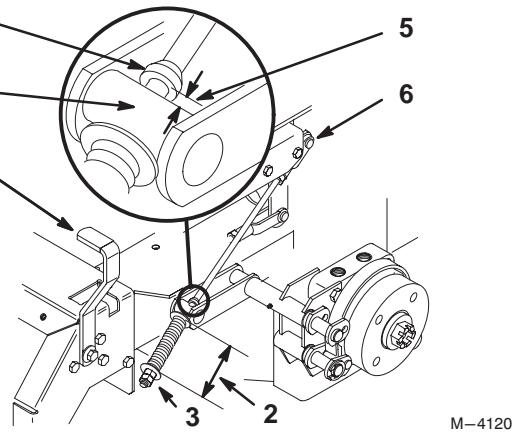

Bild 67
2. Messen Sie die Länge der Feder. Der Abstand zwischen den Scheiben sollte 70 mm betragen (Bild 67).
3. Lockern Sie, wenn Sie eine Einstellung durchführen müssen, die Klemmmutter unter der Feder und ziehen die Mutter direkt unter dem Joch fest (Bild 67). Drehen Sie die Mutter, bis Sie den korrekten Abstand erzielt haben. Ziehen Sie die beiden Muttern zusammen und wiederholen diesen Schritt an der anderen Maschinenseite.
6. Messen Sie den Abstand zwischen der Zapfrolle und dem Bund an der Bremsstange. Der Abstand sollte 5–7 mm betragen (Bild 67).
7. Lockern Sie, wenn Sie eine Einstellung durchführen müssen, die Mutter direkt unter dem Joch. Drehen Sie die unteren Einstellmuttern, bis Sie den korrekten Abstand erzielt haben (Bild 67). Ziehen Sie die Klemmmutter am Joch fest.